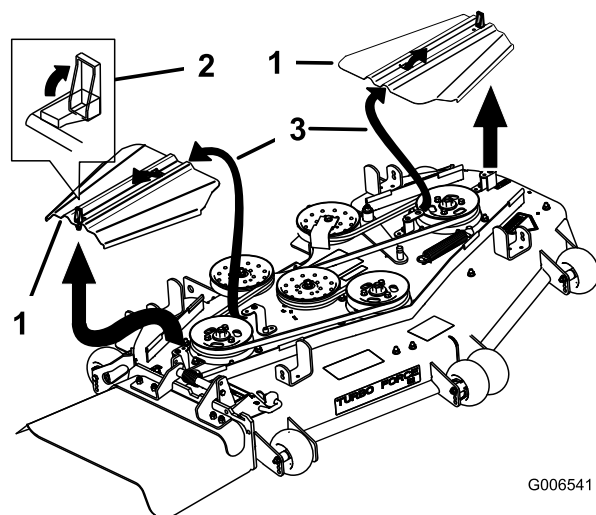

Figura 82
5. Rimuovete i copricinghia (Figura 82).